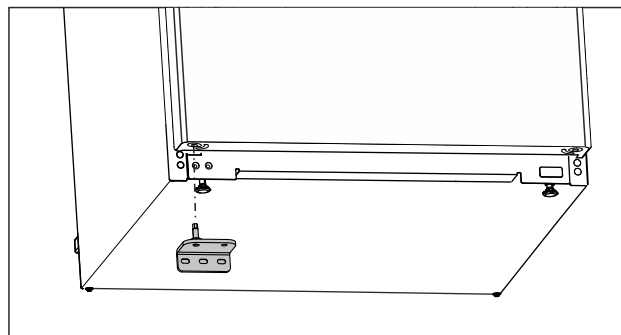

Fig. 17
- Indsæt det nederste hængsel på den modsatte side. (se Fig. 17)